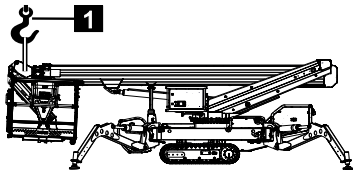

Fig. 254
2. Sécuriser le bras télescopique avec une grue (Fig.254/1).